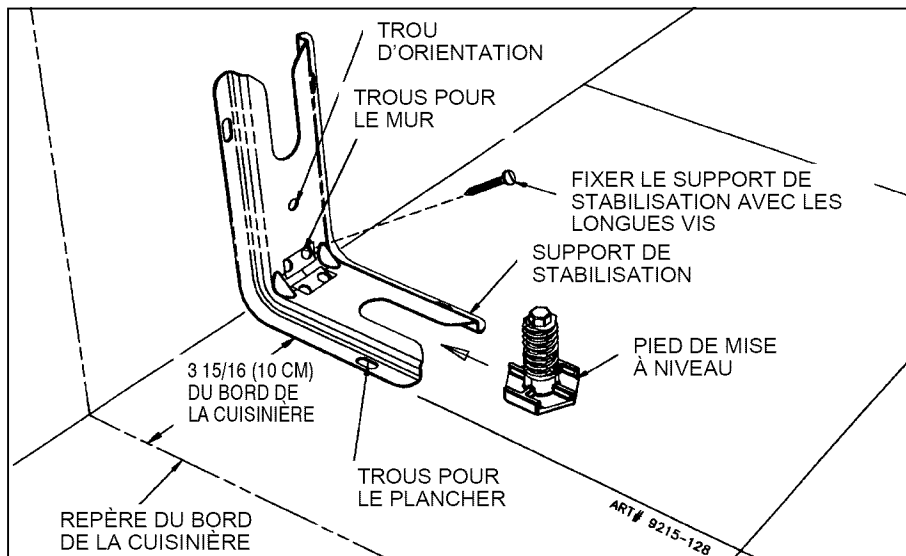
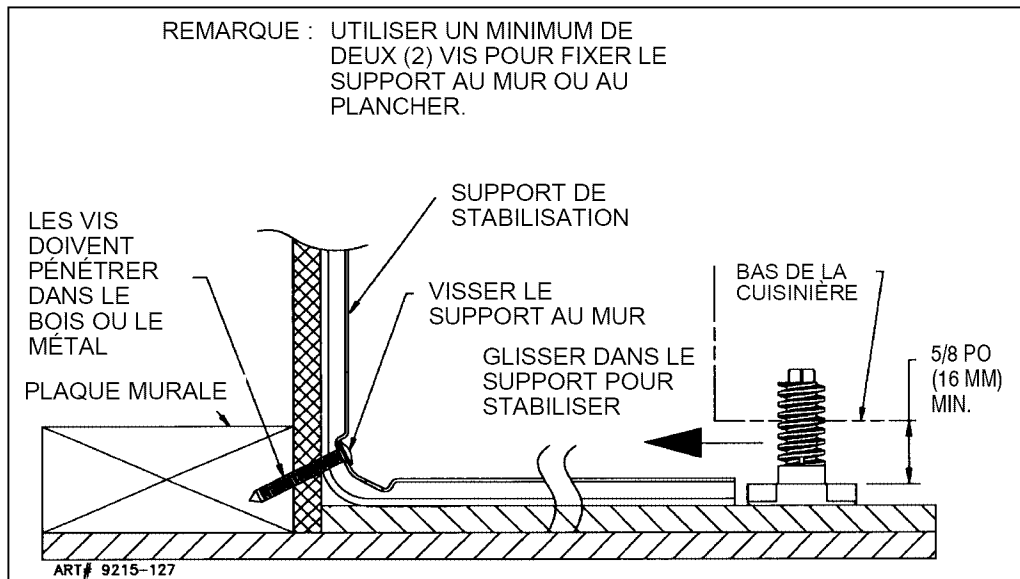

FIGURE 2
FIGURE 3
ÉTAPE 1 - Emplacement du support (voir figure 2)
- Placer le SUPPORT à 3 15/16 po (10 cm) de la marque " BORD " en allant vers le centre de l'ouverture et contre le mur arrière tel qu'indiqué à la figure 2, le trou d'orientation étant contre le mur.
- Utiliser le support comme gabarit et marquer l'emplacement de tous les trous pour le type de matériau sur lequel le support doit être fixé, tel qu'indiqué à la figure 2.
- Plancher : Déterminer le centre des deux trous identifiés par " TROUS POUR PLANCHER " à la figure 2. Percer un trou de positionnement de 1/8 po (3 mm) au centre de chaque trou (un clou ou un poinçon peut également être utilisé si une perceuse n'est pas disponible). Fixer le support de STABILISATION au plancher à l'aide des deux vis fournies. Passer à l'ÉTAPE 3.
- Mur : Déterminer le centre des deux trous identifiés par " TROUS POUR MUR " à la figure 2. Percer un trou de positionnement en biais de 1/8 po (3 mm) au centre de chaque trou (un clou ou un poinçon peut également être utilisé si une perceuse n'est pas disponible) tel qu'indiqué à la figure 3. Fixer le support de STABILISATION au mur à l'aide des deux vis fournies tel qu'indiqué à la figure 3. Passer à l'ÉTAPE 3.
1. On trouve des vis convenant au ciment ou au béton dans les quincailleries. Percer les trous de positionnement de la grandeur correspondante à celle des vis obtenues en quincaillerie au centre des trous identifiés " TROUS POUR PLANCHER " à la figure 2. Fixer le support de STABILISATION au plancher. Passer à l'ÉTAPE 3.
- A. Placer la cuisinière de façon à ce qu'elle puisse entrer dans l'ouverture où elle sera encastrée et la pousser en place. S'assurer que le pied de réglage est inséré à fond dans le support de STABILISATION et que celui-ci le retient bien. Remarque : Un dégagement minimum de 5/8 po (16 mm) est exigé entre la cuisinière et le pied de mise à niveau qui va s'insérer dans le support de STABILISATION (voir figure 3).